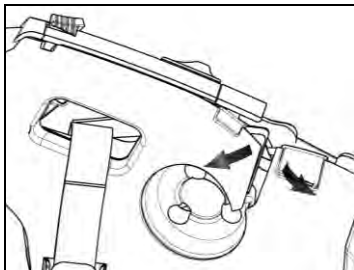

Fig. 16
- Remover o revestimento de plástico da almofada (Fig. 16).